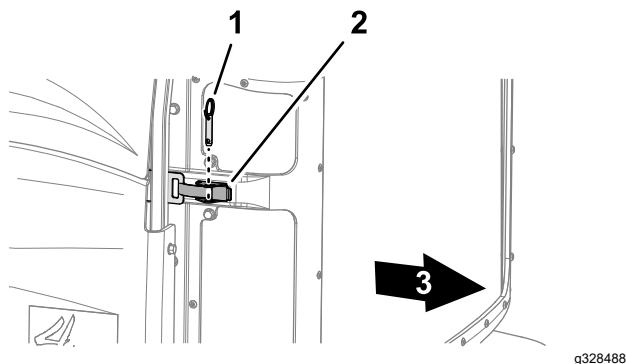

Figure 62
2. Retirez la goupille sphérique du verrou de la grille (Figure 62).